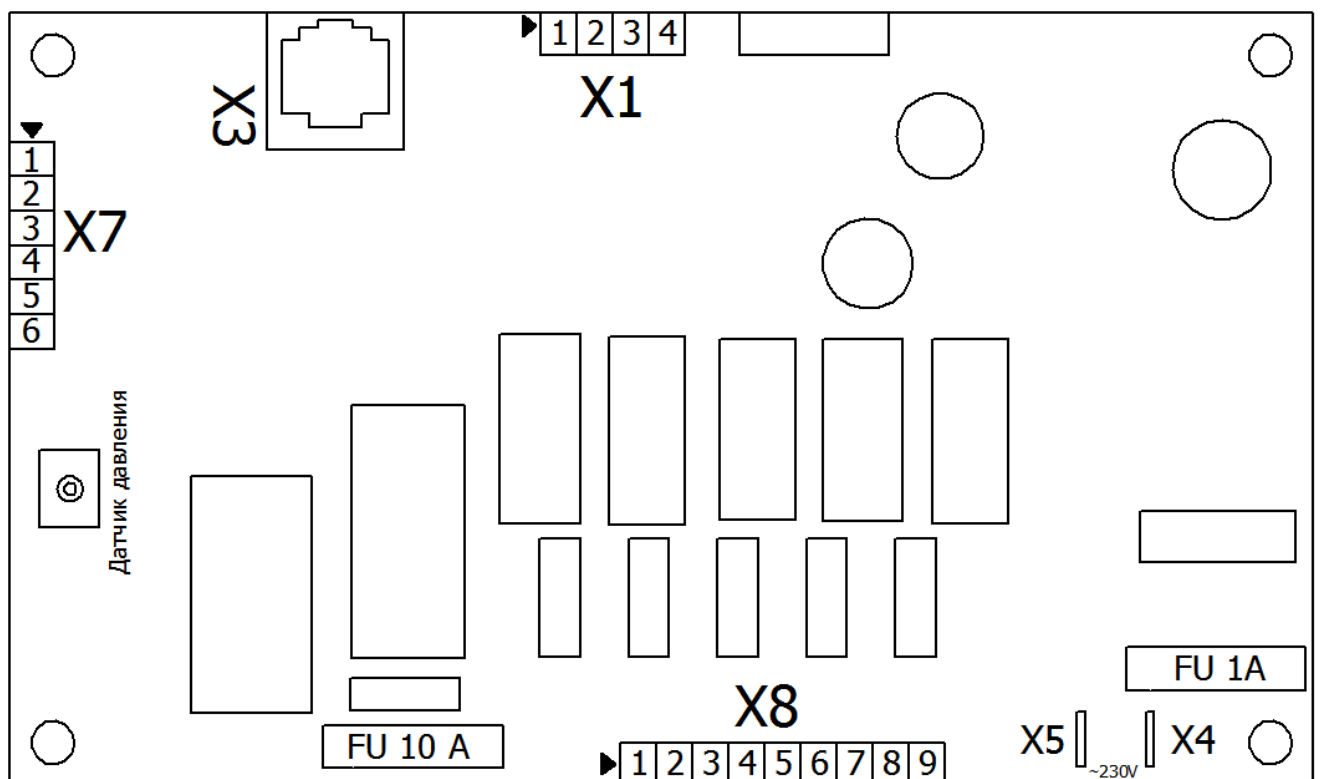

Рисунок 5 Схема расположения реле и разъемов на плате контроллера.
7.2.2. Установить кабель пульта в разъем X3 (см. рис. 5).
7.3.5 Установить кабель пульта в разъем X3 (см. рис. 5).